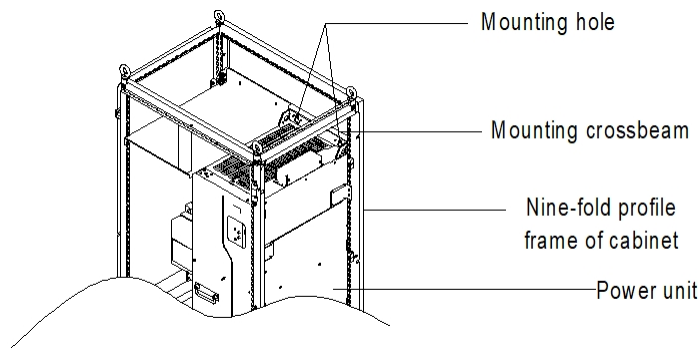

Figura 4-12 Vista tridimensional da montagem de um VFD GD270 280-500kW em um gabinete
- (2) Ao montar um VFD GD270 280-500kW em um gabinete de perfil de nove dobras com profundidade de 600 mm, é necessário dobrar a travessa de montagem para dentro (mostrado na Figura 4-12) para aproveitar o espaço da coluna, o que não é necessário para a montagem em um gabinete padrão com profundidade de 800 mm ou mais.